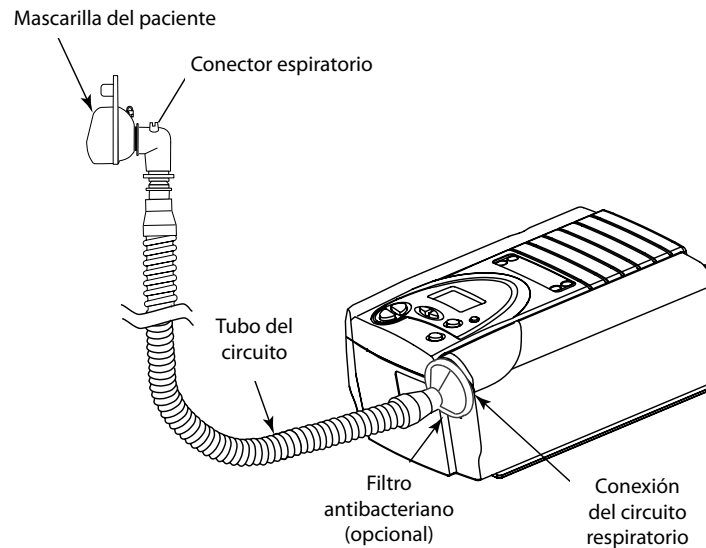

Figura 5-2 Ejemplo de un circuito típico
2. Si se requiere, conecte un filtro antibacteriano a la conexión del circuito respiratorio (que se muestra en la figura 5-2), y conecte el tubo del paciente a la salida del filtro antibacteriano.
En la figura 5-2 se ilustra un sistema ya montado (sin humidificador).